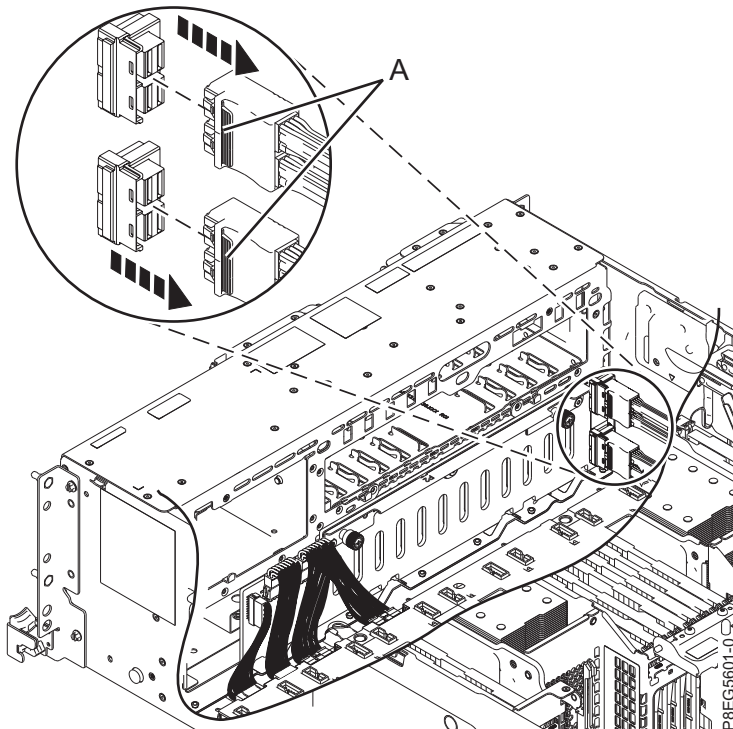

Abbildung 3. Abziehen der vorderen SAS-Kabel
4. Beschriften Sie die vorderen SAS-Kabel und achten Sie dabei darauf, mit welchen Anschlüssen auf der Plattenlaufwerksrückwandplatine und dem internen SAS-RAID-Adapter die Kabel verbunden sind. Ziehen Sie die vorderen SAS-Kabel von der Plattenlaufwerksrückwandplatine ab, indem Sie die Verriegelung (A) drücken und die Kabel abziehen (wie dargestellt in Abb. 3 auf Seite 6).